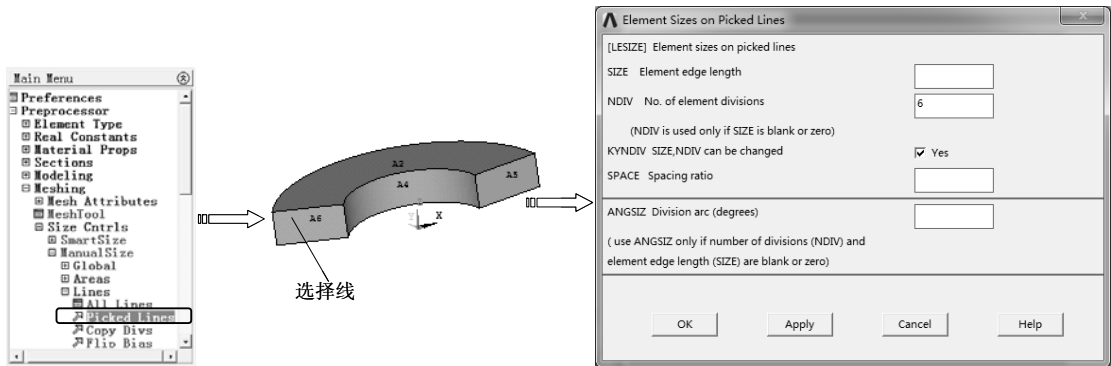

图 3-71 设置边单元分段数
8) 重复上述过程，选择图 3-71 所示的线，设置分段数为6。